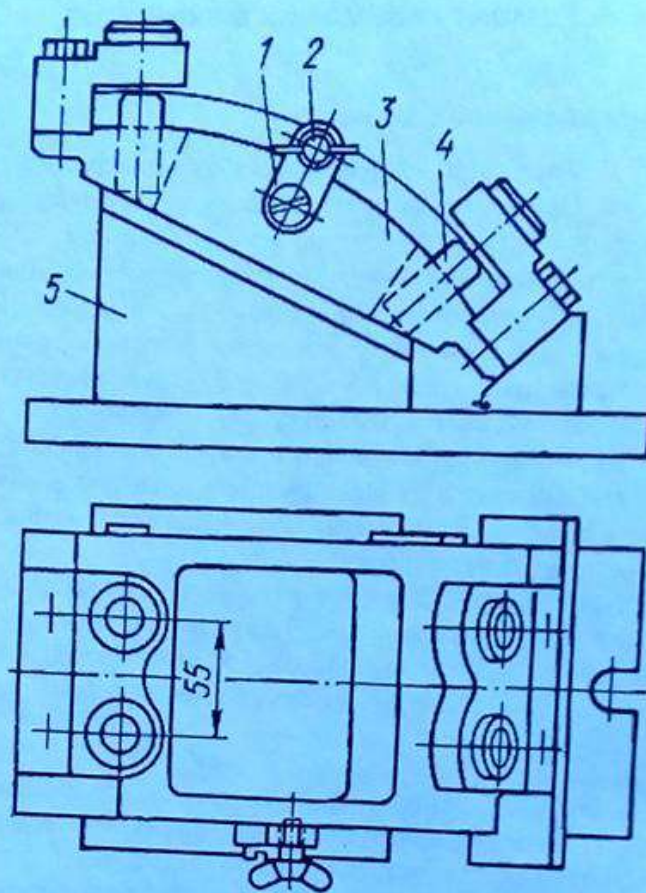

Рис. 4.9. Кондуктор для свердління отворів у фрикційних накладках колодок гальмових механізмів
1. Закріпити дві колодки зі спрацьованими накладками на пристрої для проточування (рис. 4.9), встановити пристрій у патрон токарного верстата і обточити спрацьовані накладки. Залишки заклепок видалити. Накладки, з'єднані з колодками алюмінієвими заклепками, можна відокремити хімічним способом у суміші такого складу: NaOH — 15 г/л, NaCl — 30 г/л, ситанал ДС — 10 або сульфанол НП — 3–0,5 г/л. Температура розчину — 18–50 °С, тривалість розчинення алюмінієвих заклепок — 2,5–8 год. У ванні має бути вентиляційний бортовий відсмоктувач.